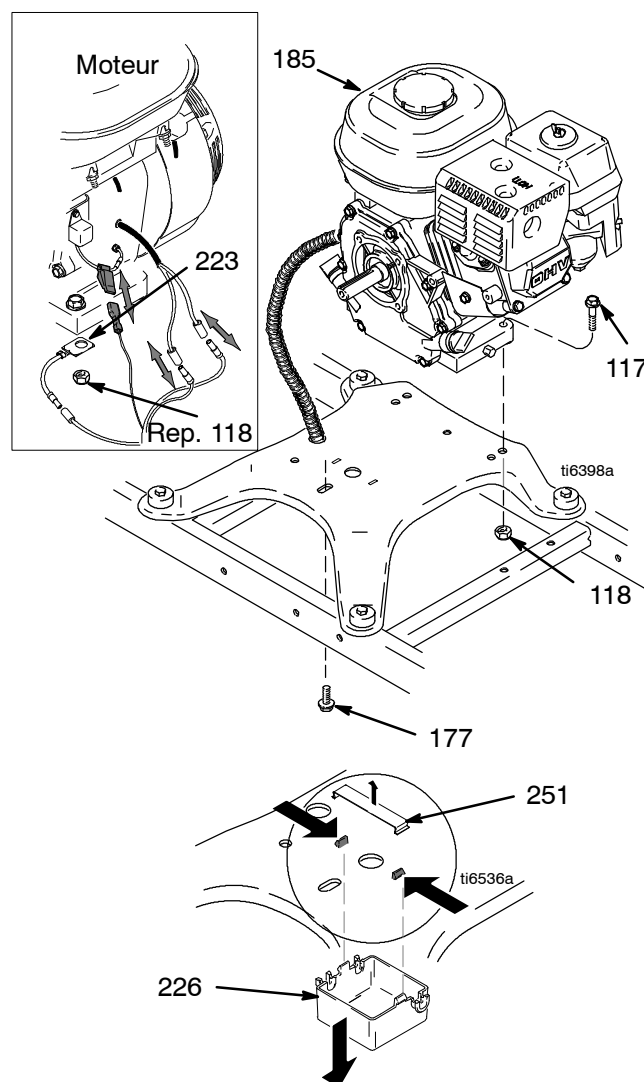

Fig. 12
2. Fig. 12. Enlever le clip (251) et la boîte de raccordement (226).
13. Fig. 12. Remonter la boîte de raccordement (226) avec le clip (251).
4. Fig. 12. Enlever la vis (177). Enlever les deux vis (117), les écrous (118) et le conducteur de terre (230, 260) de l'embase du moteur (185).
2. Fig. 12. Remettre en place les deux vis (117) et conducteur de terre (223, 260) sur l'embase du moteur et les fixer avec des écrous (118). Serrer à 20 - 30 ft-lb.